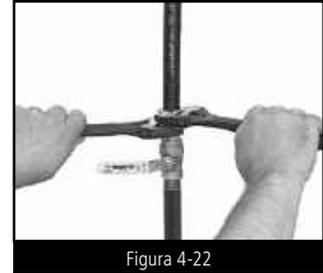

Figura 4-22
PASO 5 ADAPTADORES DE TORSIÓN (FIGURA 4-22)